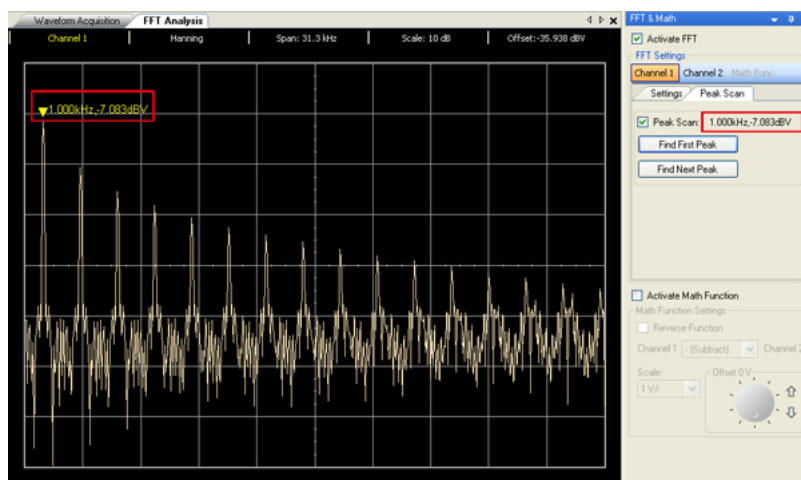

图 2-13 第一个峰
- 3 启用峰扫描之后，您将看到您的波谱上有一个指示器，指向您的波谱的第一个峰，如图 2-13 中所示。